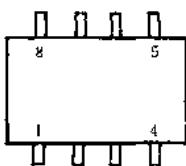

图1
AN6612/S为8脚扁平双列直插式塑料封装芯片。外形引脚排列如图1所示。④和⑤脚分别为正、负电源输入脚，工作电压范围较宽，可从±1.8V到±8V。③脚为稳定马达转速比较电压输入脚，外接马达负载电阻，用来设置加在比较器同相端的输入电压。